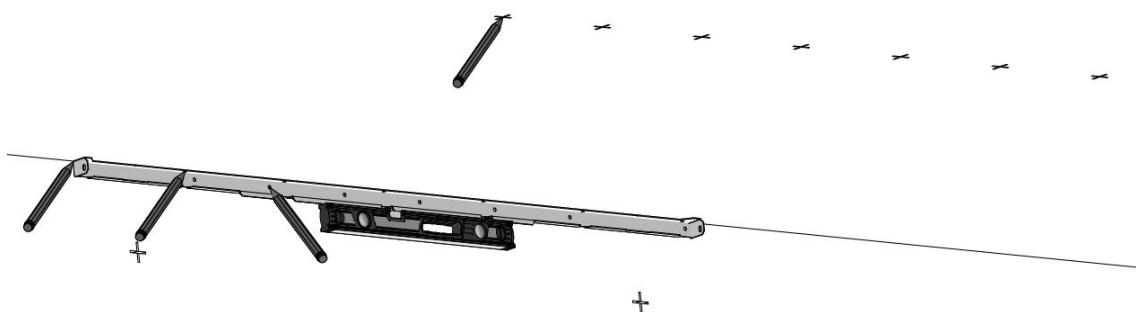

Abbildung 13: Bohrlöcher für die hinteren und vorderen Halterungen markieren
1. Halten Sie die hintere Halterung an Wand und Decke. Achten Sie darauf, dass die Halterung waagerecht ist. Siehe Abbildung 13.